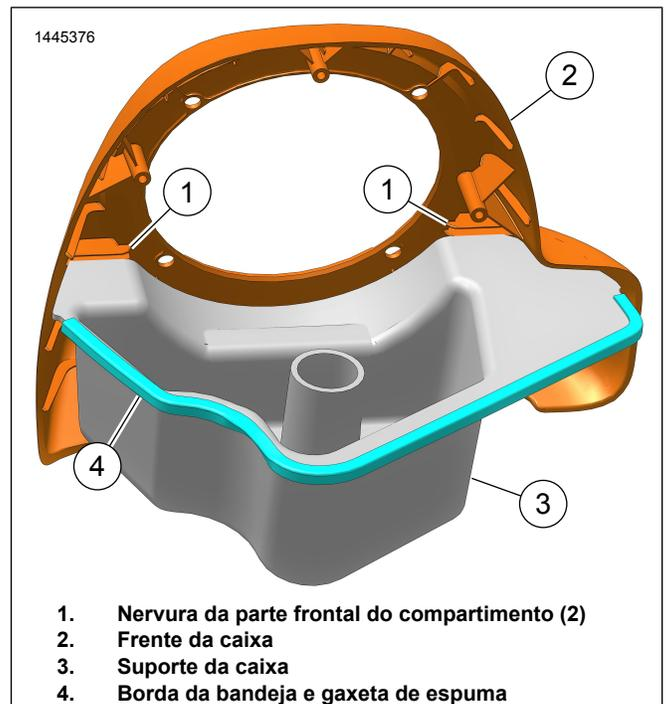

Figura 6. Conjunto da caixa
7. Veja a figura 6. Monte o compartimento frontal (2) e a bandeja do compartimento (3).
- a. Limpe a borda da flange da bandeja na parte de aderência da gaxeta de espuma (4) com uma mistura de álcool isopropílico 50-70% e água destilada de 30-50%.
- b. Comece por uma extremidade e coloque a gaxeta em torno da bandeja do compartimento (3).
- d. Insira a bandeja do compartimento (3) nas nervuras na parte frontal (1).